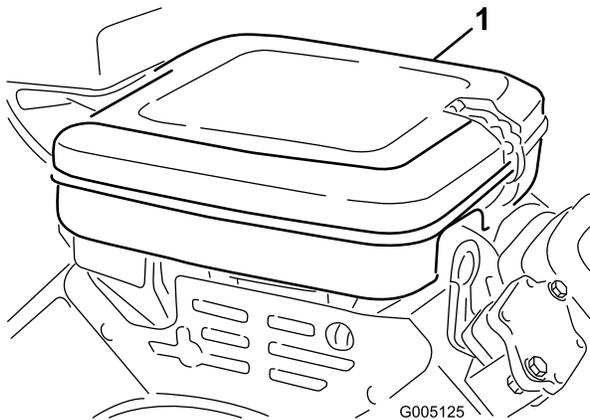

Figura 35
1. Limpe a cobertura do filtro de ar (Figura 35).